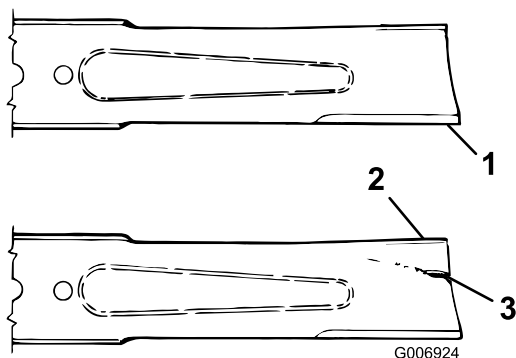

Figure 33
2. Examinez le tranchant des lames (Figure 33). Si elles ne sont pas tranchantes ou si elles présentent des indentations, déposez et affûtez les lames (voir Aiguisage des lames).
- Inspectez les lames, surtout la partie incurvée (Figure 33). Remplacez immédiatement toute lame endommagée, usée ou qui présente une entaille (Figure 33).